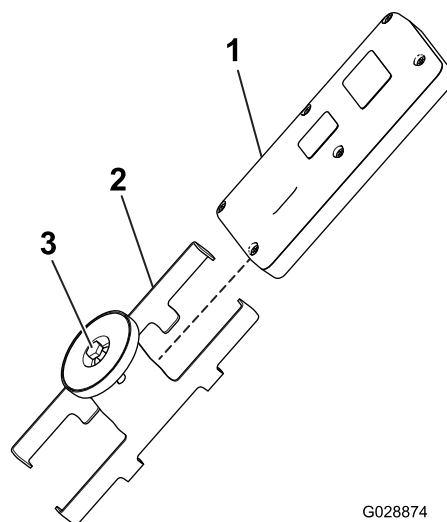

Рисунок 37
1. Ослабьте болт в магните на магнитном кронштейне пульта дистанционного управления (Рисунок 37).
2. Раздвиньте половины корпуса кронштейна и снимите пульт дистанционного управления (Рисунок 37).
- Установите ручной пульт дистанционного управления в магнитный кронштейн пульта, соедините половины корпуса для закрепления пульта и затяните болт в магните (Рисунок 37).